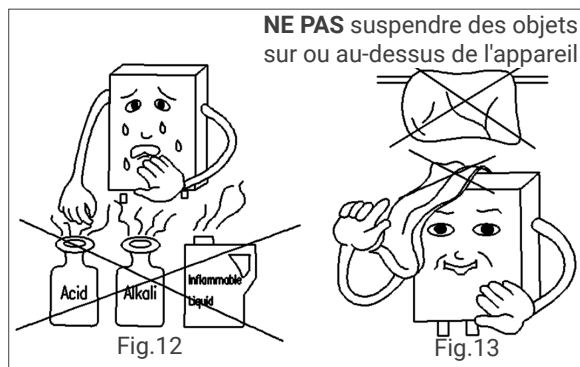
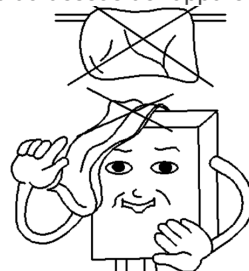

Fig.12
Fig.13
- Ne placez aucun matériau, en particulier inflammable, sous, à proximité, au-dessus ou sur l'appareil (Fig. 12) (Fig.13), et n'obstruez pas l'entrée d'air.